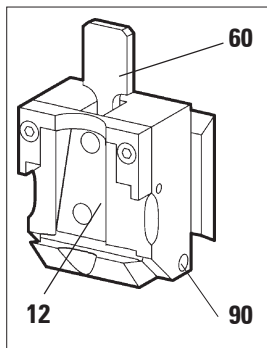

Fig. 34
- Las piezas móviles del dispositivo de sujeción para las pinzas porta-muestras (10) y del soporte de cola de milano (14).
- La pieza en 'T' (19) en la placa base del microtomo.
- Las palancas (2) y (20) en el microtomo.
- Las guías (91) para la base porta-cuchillas, situadas en la placa base del microtomo.
- Las palancas de sujeción (39) y (24) a la derecha y a la izquierda de la base porta-cuchillas.
- La guía (92) para el desplazamiento lateral en la base porta-cuchillas (21).
- La pieza en 'T' (26) en la base porta-cuchillas (21).
- La superficie de deslizamiento del protector de dedos (3) y las tuercas moleteadas (57) en el porta-cuchillas N.
- La palanca (89) del porta-cuchillas E.
- El eje (90) de la palanca de sujeción de la pinza para cassettes (ver Fig. 34).